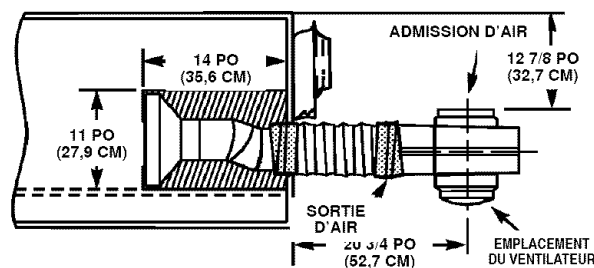

Figure 14
3. Découper l'ouverture dans le plancher de l'armoire du côté gauche ou droit, tel qu'indiqué aux figures 14 ou 15.